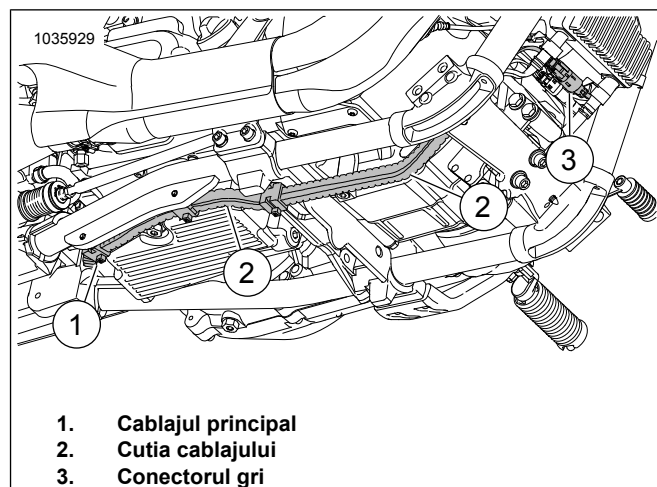

Figura 43. Cutia cablajului
12. Consultați Figura 43. Direcționați conectorul cablajului gri în afara spatelui compartimentului pentru baterii:
- a. Localizați cablajul principal (1) care duce la cutia cablajului (2).
- c. Conectori care se potrivesc la culoare (3): gri la gri.
- d. Fixați cablajul la partea interioară a cutiei cablajului (2) cu curele pentru cabluri dacă este necesar.